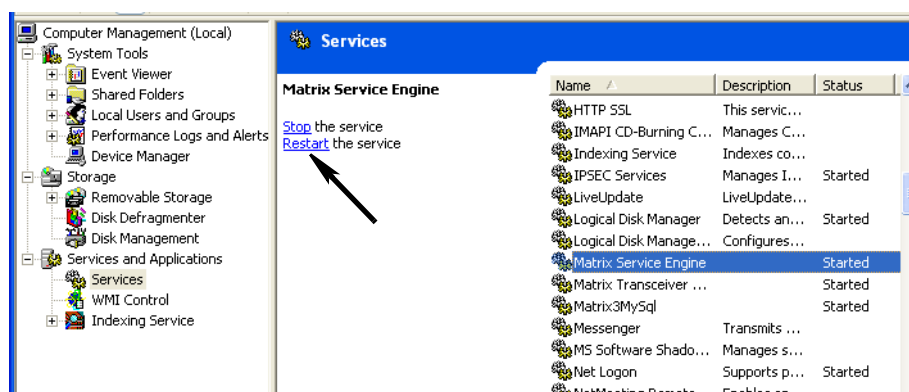

FIG. 43
- k. Cliquez sur le lien "Restart the service" (Redémarrer le service) (FIG. 43).